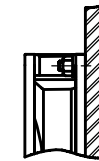

Fig.2 FAN MOTOR 取付
- (13) 取り付けの際は、Fig.2のように片側フランジのみご使用ください。
(To be used one side flange only at fan mount as Fig.2.)